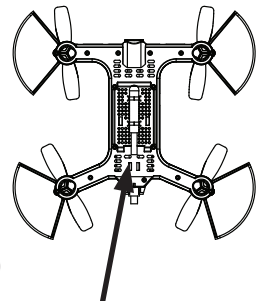

Bild 10
- Siehe Bild 10 für die Position des Micro-SD-Kartensteckplatzes.
- Um ein Foto zu machen, drücken Sie kurz die Kamera-Taste (5) am Transmitter. Ein kurzes Aufblinken des LED-Lichtsystems signalisiert Ihnen, dass ein Foto aufgenommen wurde.